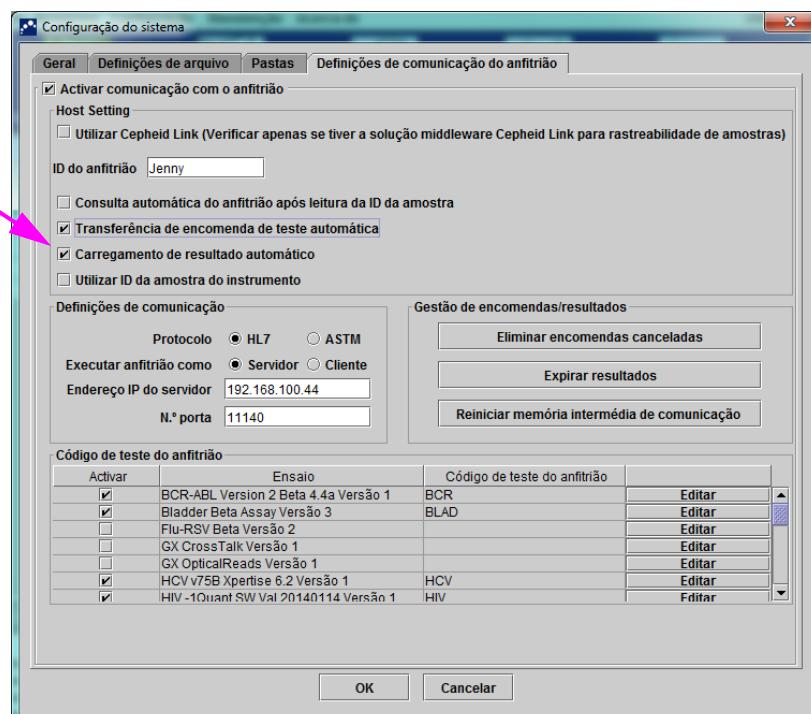

Figura 5-98. Carregamento de resultado automático
1. No separador **Definições de comunicação do anfitrião** da caixa de diálogo Configuração do sistema, clique na caixa de verificação **Carregamento de resultado automático** para que o resultado seja carregado assim que o teste for concluído. Consulte a figura 5-98.
1. No separador **Definições de comunicação do anfitrião** da caixa de diálogo **Configuração do sistema**, verifique se **Carregamento de resultado automático** está não seleccionado ou desactivado. Consulte a figura 5-98.